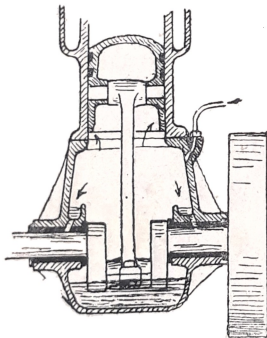

Fig. 141.
**1.° Lubrificazione per sbattitura d'olio.** — La parte inferiore del carter motore deve contenere l'olio ad un certo livello in modo che lo bielle possano bagnarsi trovandosi a fine corsa in basso. Nel loro movimento di rotazione le bielle proiettano l'olio sulle pareti interne del carter e dei cilindri (fig. 141)